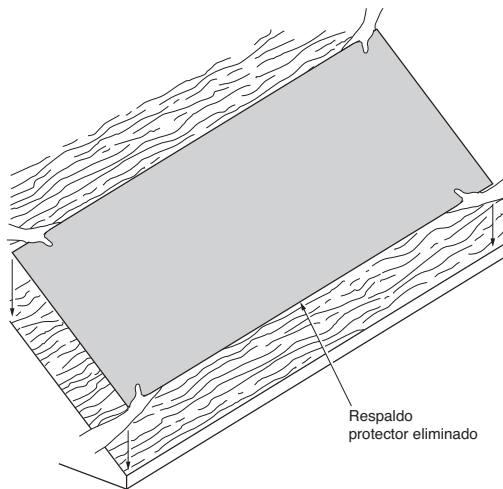

Figura 5-7: Colocación con el método "aterrizar"
4. Suelte o "aterrice" la hoja en su lugar, teniendo sumo cuidado para que quede colocada correctamente (Figura 5-7).